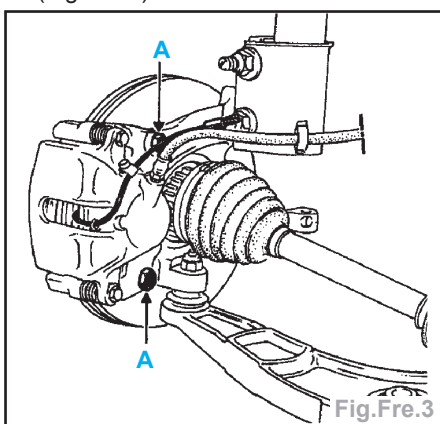

Fig.Fre.3
- les deux vis (A) de la chape d'étrier (Fig.Fre.3).